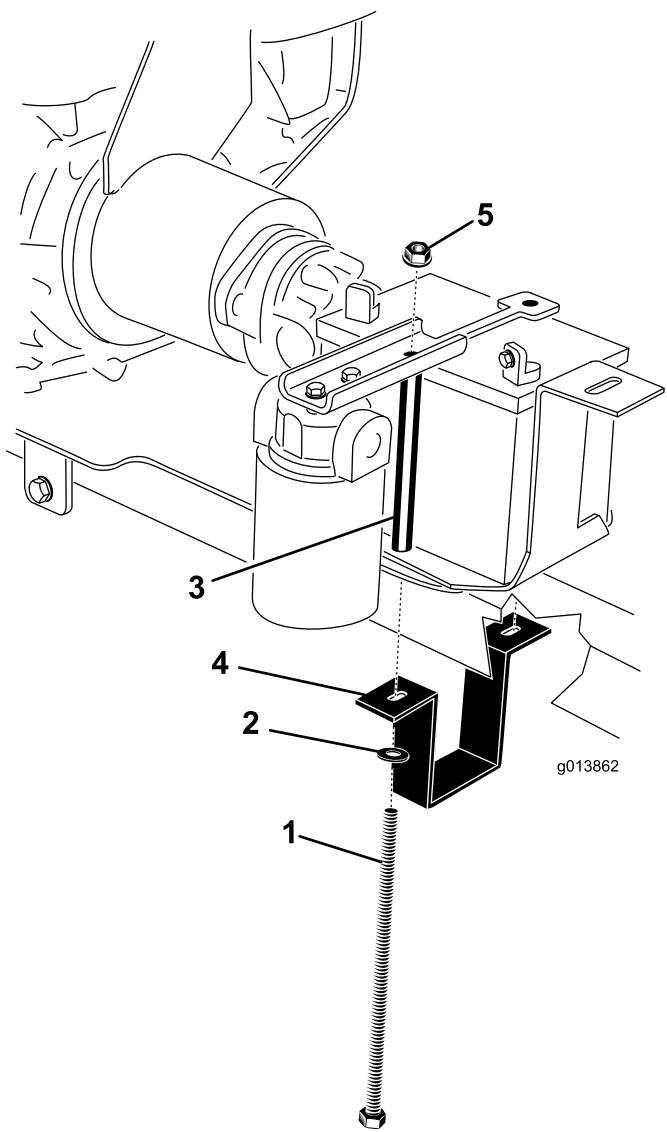

Figura 8
21. Ajuste el soporte de montaje del motor de manera que quede apretado contra la barra de enganche. Termine de apretar los dos pernos que sujetan los soportes de montaje del motor a la placa de montaje del motor (Figura 8).
23. Coloque la batería en la bandeja, posicionando los bornes según se indica en Figura 8.
24. Coloque la pletina de sujeción de la batería en la batería (Figura 8).
25. Sujete el soporte de montaje de la batería alrededor de la parte inferior de la barra de enganche (Figura 8).
26. En el lado derecho, instale un perno de la batería a través de la arandela, el soporte de montaje de la batería, la placa de montaje del motor, la bandeja de la batería y la pletina de sujeción. Instale provisionalmente una tuerca con arandela prensada (Figura 8).
27. En el lado izquierdo, instale un perno de la batería a través de la arandela, el soporte de montaje de la batería, la placa de montaje del motor, la bandeja de la batería, el tubo del perno de la batería y la pletina de sujeción. Instale provisionalmente una tuerca con arandela prensada (Figura 8).